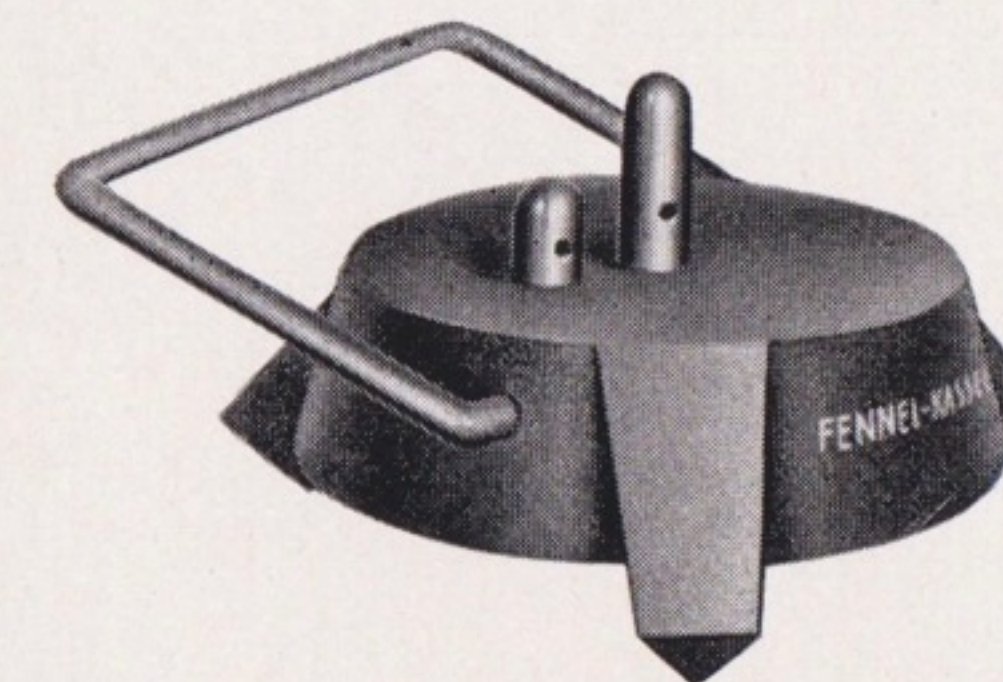

Bild 3 Lattenuntersatz
**Lattenuntersatz.** Neben den normalen Lattenuntersätzen wird für das Fein-Nivellier der 7,5 kg schwere Spezial-Lattenuntersatz der Landesaufnahme mit verschiedenen hohen Aufsatzbolzen hergestellt (Bild 3).